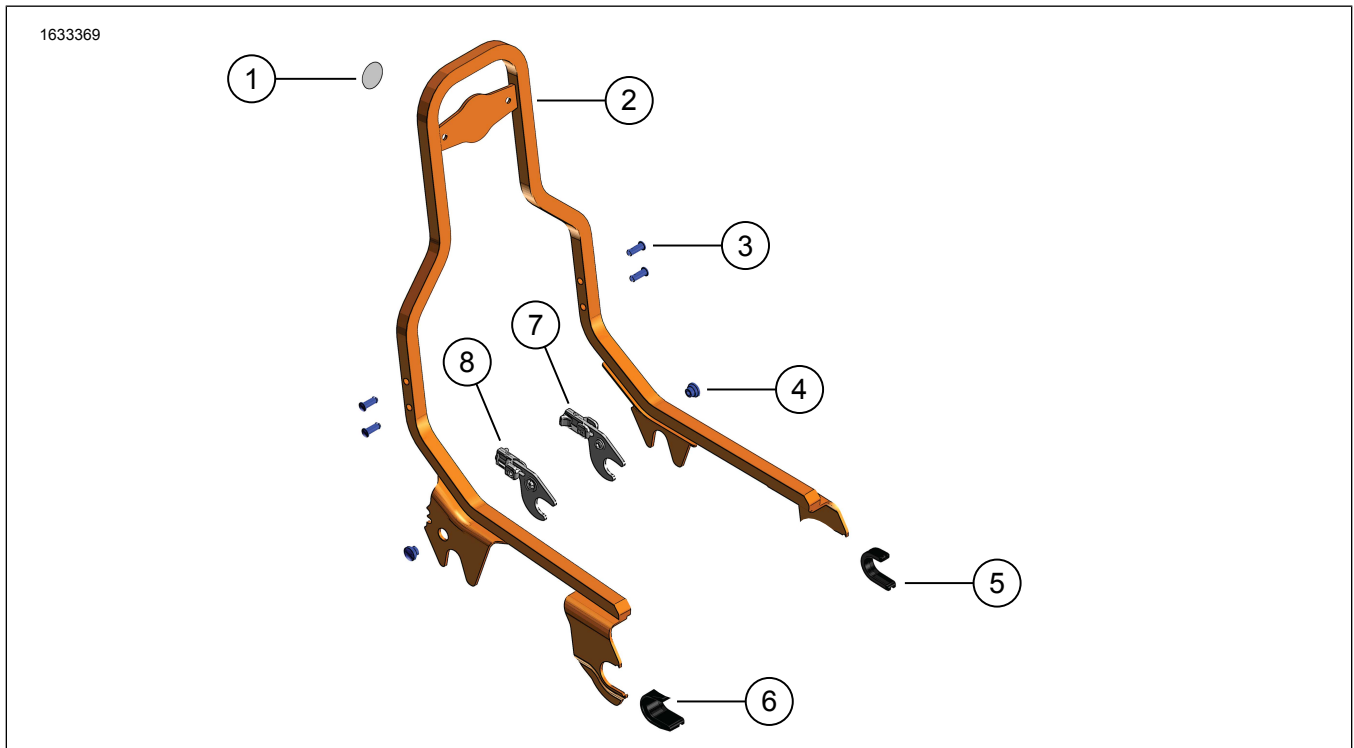

Figure 1. Contenu du kit : Sissy Bar (montrant verticale représenté)
- Figure 1 Positionner les leviers du loquet droit (8) et gauche (7) en position déverrouillée.